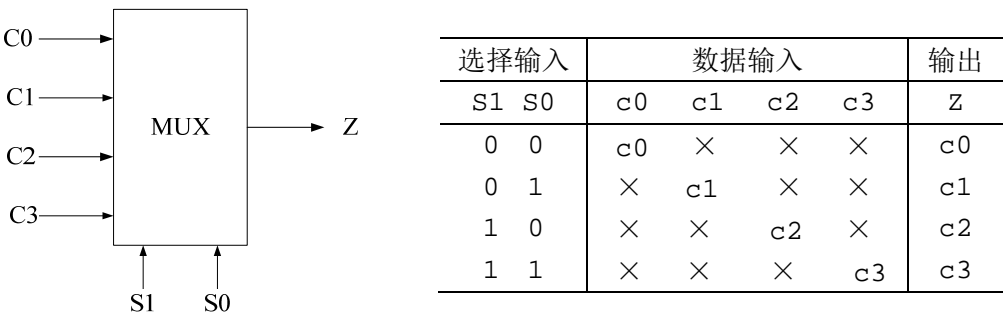
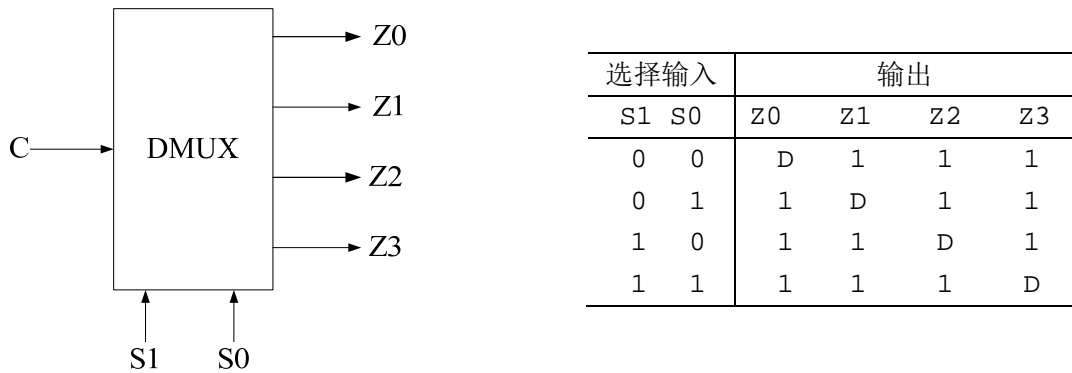

图 6.2.1 4 选 1 数据选择器及其真值表
图 6.2.2 1 线-4 线数据分配器及其真值表
数据选择器（MUX）是一种多路输入、单路输出的标准化逻辑构件。所要建模的 4 选 1 数据选择器及其真值表如图 6.2.1 所示。选择器的开关由两根控制线 s0 和 s1 的编码控制，选择 4 路输入中的一路作为输出。输出 z 的逻辑值将和被选中的输入逻辑值相同。
数据分配器（DMUX）的功能与多路选择器相反，它是一种单路输入、多路输出的逻辑构件。图 6.2.2 为 1 线-4 线数据分配器的功能框图，表 3.2 为其真值表。图 3.2 中 c 为数据输入端，s1，s0 为选择控制输入端，z0~z3 为数据输出端。
1. 根据图 6.2.1 和图 6.2.2 中的真值表列写数据选择器和数据分配器的逻辑表达式，并用 logisim 画出 1 位四选一数据选择器、4 位四选一数据选择器、1 线-4 线数据分配器的电路原理图，并验证逻辑。